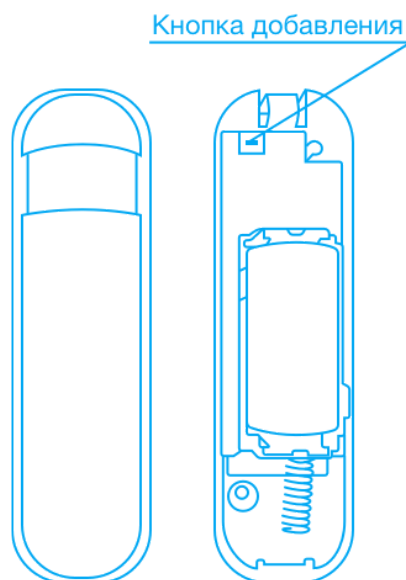

Рис. 4 Кнопка режима добавления/удаления датчика
2) С помощью кнопки добавления (рис. 4).